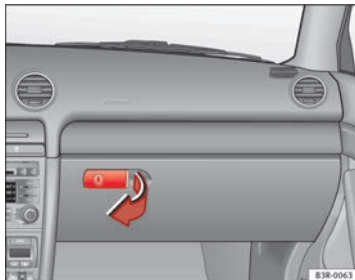

Abb. 136 Handschuhfach
- Ziehen Sie den Griff in der Klappe in Pfeilrichtung ⇒ Abb. 136 und schwenken Sie die Klappe nach unten.